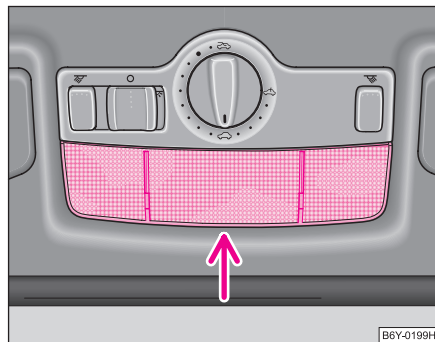

Fig. 180 Desmontar la luz de habitáculo
- Retire el cristal difusor (véase la flecha) hacia abajo de la carcasa ⇒ fig. 180.